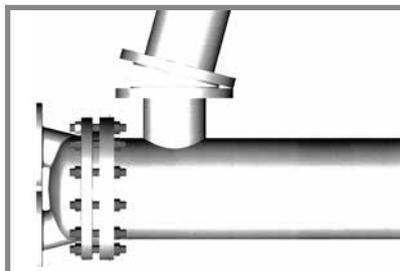

Fig. 2
**2.4** Sistemare gli scambiatori in perfetto piano orizzontale e in squadra in modo che gli allacciamenti alle tubazioni non generino sforzi sullo scambiatore (fig. 2).
**2.4** Set exchangers level and square so that pipe connections may be made without forcing (fig. 2).